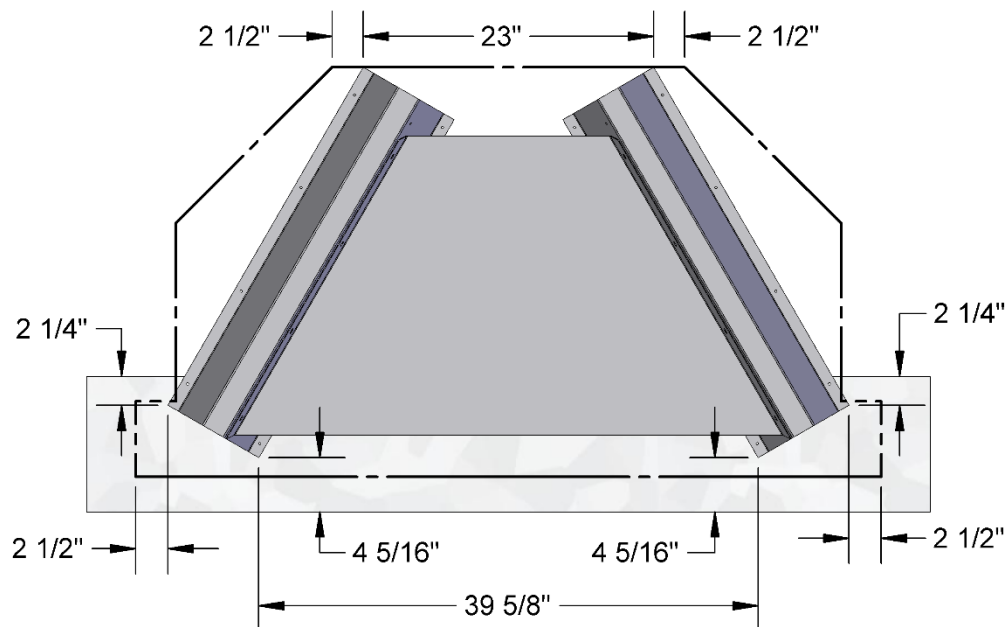

FIGURE 8 POSITIONNEMENT DE L'ESPACEUR INFÉRIEUR DU FOYER ET DE LA PLAQUE DE PROTECTION CONTRE LES ÉTINCELLES
3. Positionnez l'espaceur inférieur ainsi que la plaque de protection contre les étincelles sur le plancher. Utilisez la Figure 8 pour vous guider à bien positionner l'espaceur inférieur et la plaque de protection contre les étincelles en fonction de la silhouette du foyer entier, incluant les espaceurs à l'arrière et sur les côtés en angle.
5. Installez ensuite le foyer sur l'espaceur inférieur, en vous assurant que la base du foyer est alignée sur l'espaceur inférieur tel que montré à la Figure 8.
La position de la plaque de protection contre les étincelles, telle qu'indiqué dans la Figure 8, assure que celle-ci soit installée 2½" sous le prolongement de l'âtre et 2½" en dessous de la base du foyer, centré avec l'ouverture du foyer. La plaque de protection contre les étincelles est dimensionnée de façon à couvrir toute la région sous l'avant-marche en métal au-devant du foyer. Ceci empêchera toute étincelle de se coincer entre le foyer et le prolongement de l'âtre et d'être à l'origine d'un feu. Voir la section "Exigences du Prolongement de l'Âtre" à la page 24.